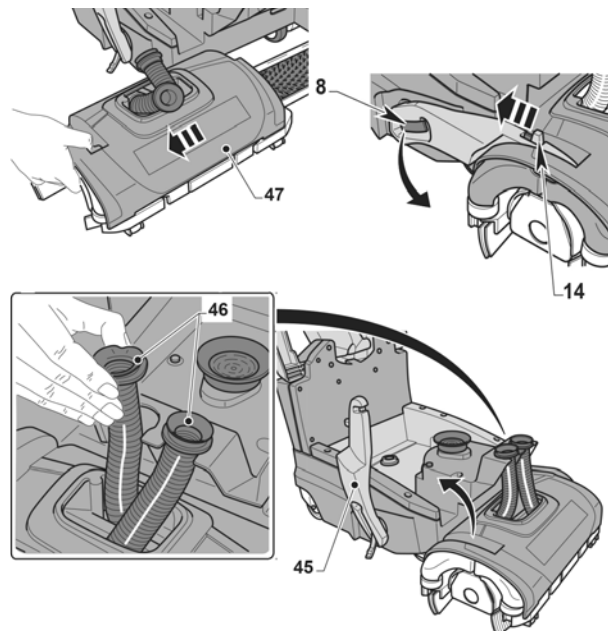

Abb. 24: Ausbau der Wischergruppe
Schritt 2: Geben Sie den Hebel frei (Pos. 8, Abb. 24).
Schritt 3: Ziehen Sie am Hebel (Pos. 14, Abb. 24) und heben Sie gleichzeitig den Arm (Pos. 45, Abb. 24) an.
Schritt 4: Entnehmen Sie die beiden Saugrohre (Pos. 46, Abb. 24) aus der jeweiligen Halterung.
Schritt 5: Ziehen Sie die Wischergruppe hinaus (Pos. 47, Abb. 24). Für den Wiedereinbau müssen Sie umgekehrt vorgehen und dabei auf die richtige Positionierung der beiden Rohre (Pos. 46, Abb. 24) in den entsprechenden Aussparungen achten.